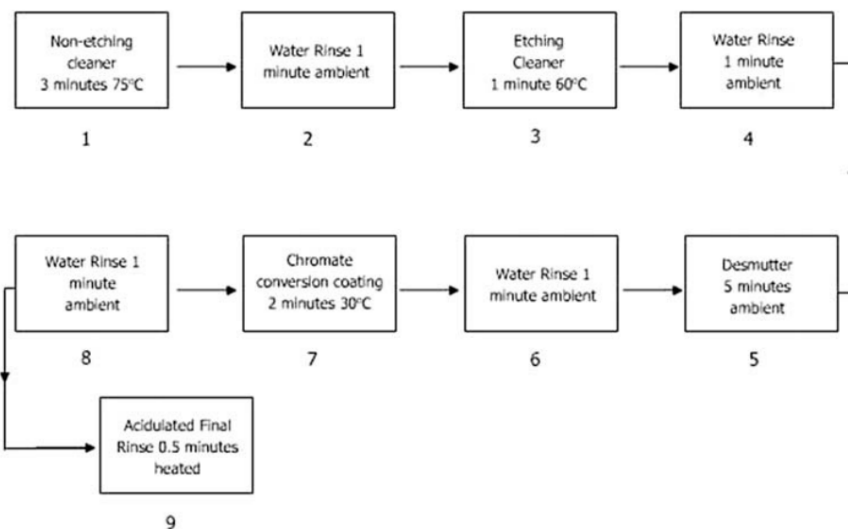

Figura 12: Proceso de tratamiento de aluminio mediante inmersión de cromo. Fuente: Adaptado de [5].
2. **Cromatizado:** Se aplica una solución que contiene cromatos que reaccionan con la superficie del metal, generalmente aluminio o aleaciones de aluminio, para formar una capa de cromato. Este recubrimiento proporciona protección contra la corrosión y es una base excelente para la pintura. El cromatizado se realiza generalmente por inmersión o rociado, seguido de un enjuague y secado. Ver Figura 12